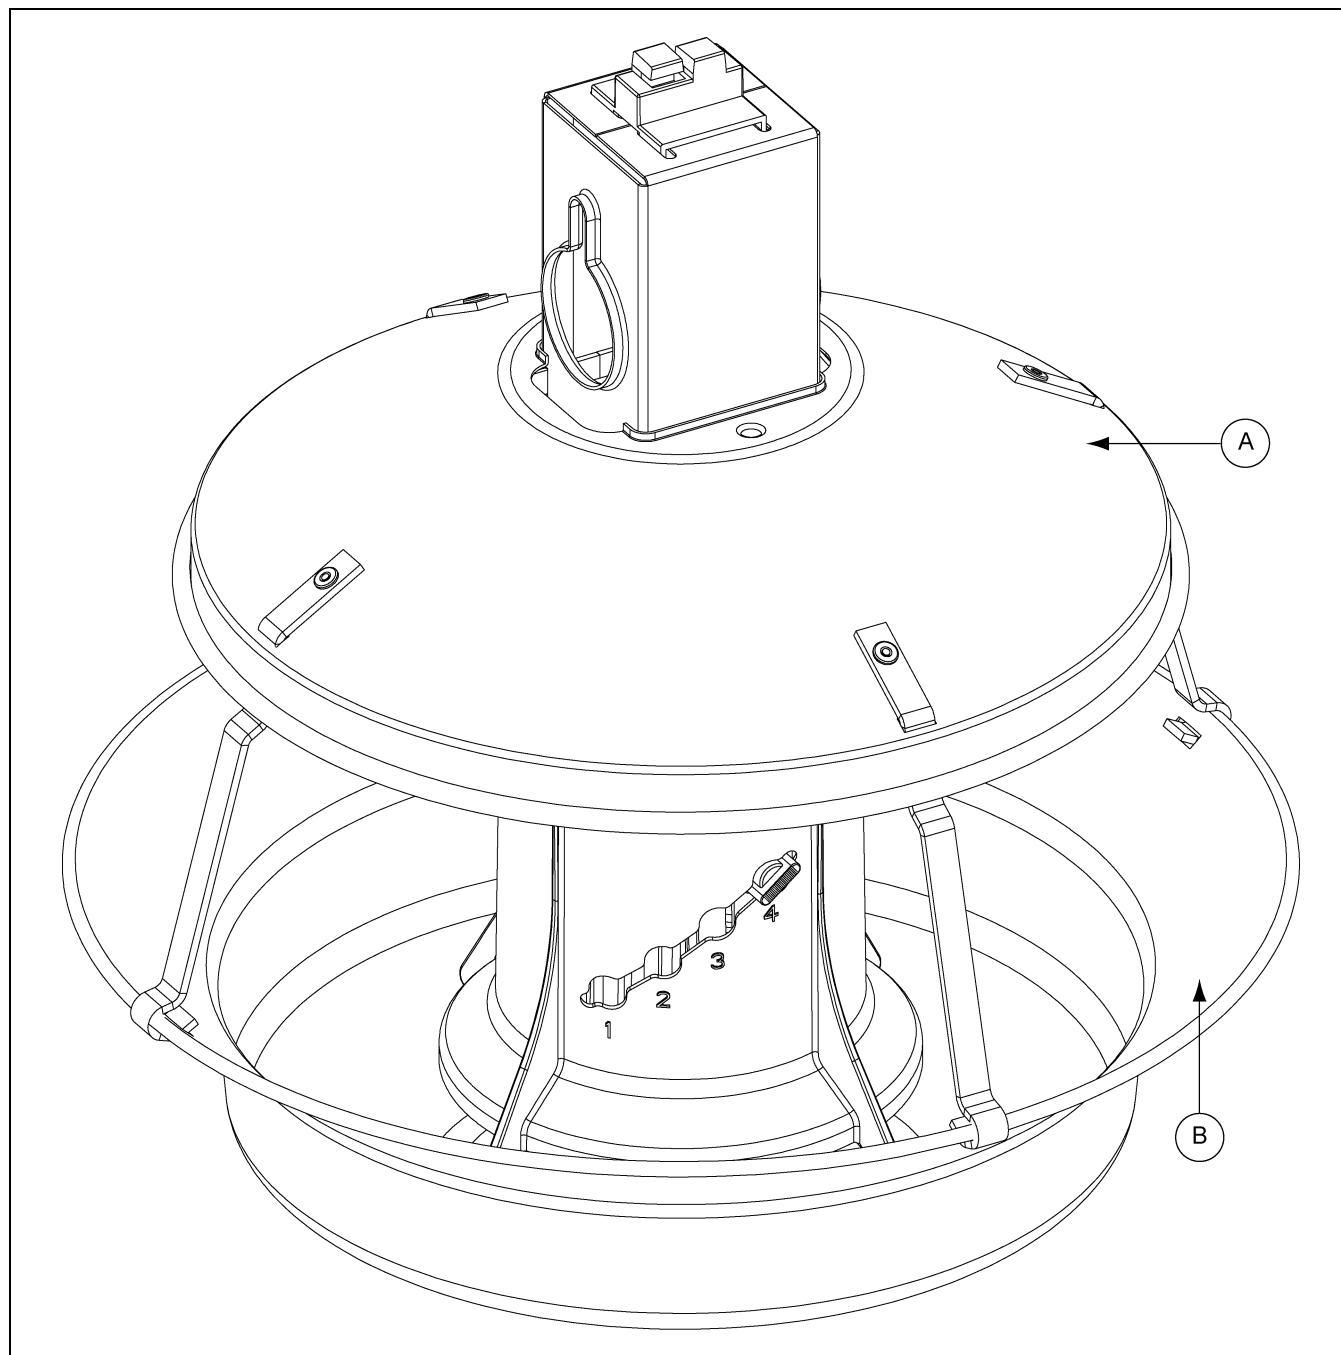

Рисунок 4К
6. Установите экран и лоток. (см. рисунок 4К.)